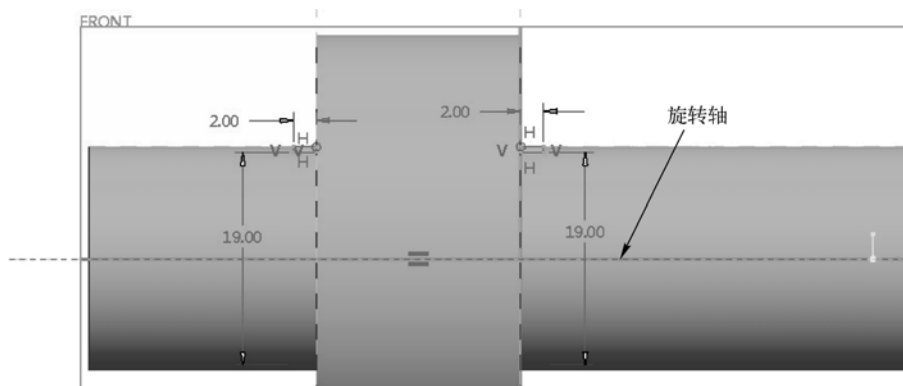

图 13-4 绘制旋转剖面等
- ① 单击“旋转”按钮, 打开“旋转”选项卡。
- ② 默认时，“旋转”选项卡中的“实体”按钮处于被选中的状态，单击“去除材料”按钮.
- ③ 打开“放置”面板，单击“定义”按钮，弹出“草绘”对话框。在“草绘”对话框中单击“使用先前的”按钮，进入草绘模式。
- ④ 在功能区的“草绘”选项卡的“设置”面板中单击“草绘视图”按钮, 以定向草绘平面使其与屏幕平行。
- ⑤ 绘制如图 13-4 所示的旋转剖面（由两个长方形构成），并务必单击“基准”面板中的“中心线”按钮添加一条水平的几何中心线来作为旋转轴。注意相关线段的约束关系。